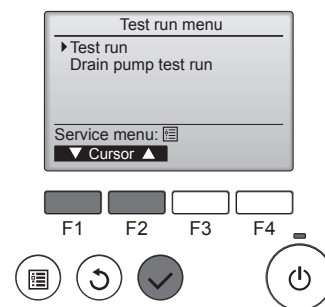

Fig. 8-2
- 2 Seleccione "Test run" (Testar funcio.) no menu Test run (Teste de funcionamento) e, em seguida, prima o botão [OK]. (Fig. 8-2)